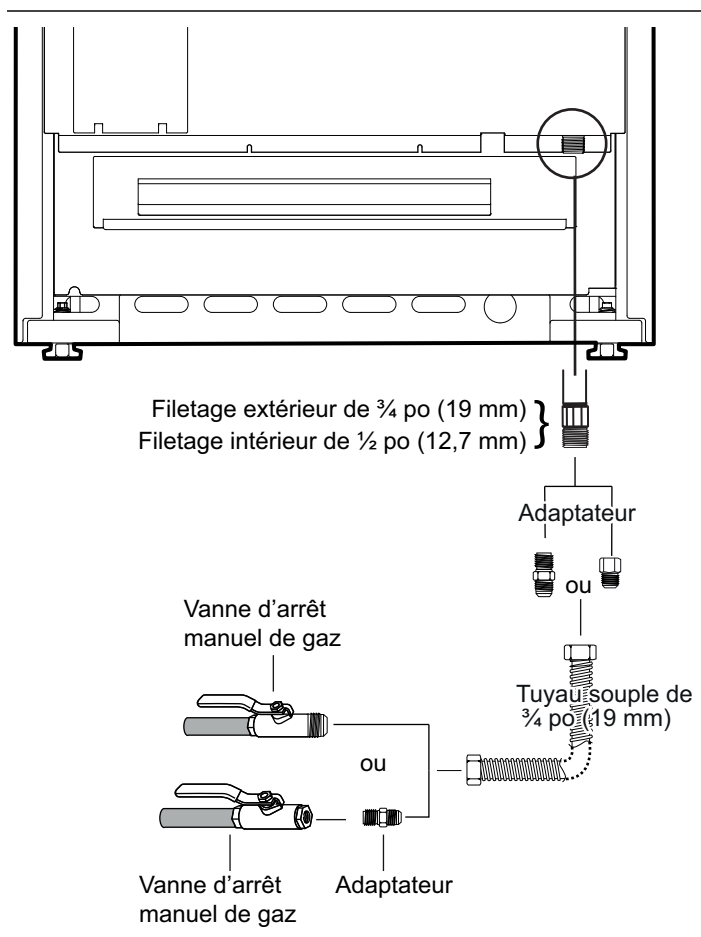

Figure 8 : Raccordement à l'approvisionnement de gaz
2. Utilisez un raccord à gaz souple de $\frac{3}{4}$ po entre l'alimentation en gaz et le tuyau d'arrivée de gaz de l'appareil. Le tuyau d'arrivée de gaz de toutes les cuisinières est situé en bas à droite. (Voir Figure 8). Le tuyau d'arrivée de gaz de l'appareil est de type NPT $\frac{1}{2}$ po.